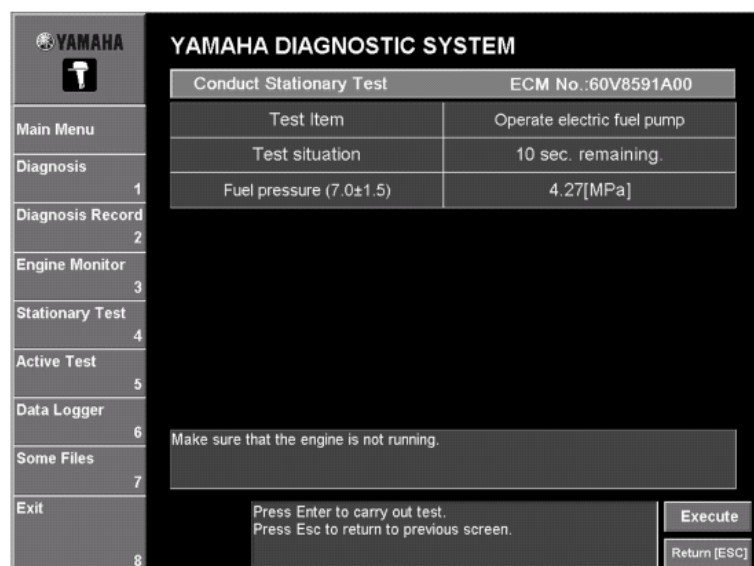

Рис. 77
2.Щелкнуть по **Выполнить(Execute)** или нажать клавишу Enter клавиатуры. (Рис. 77)